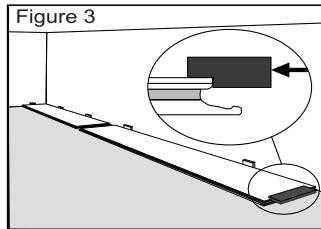

Figure 5
Step 5 – Install the next plank by placing it near the previous plank in the row and laying it flat to the floor as described in Step 4 while leaving a small gap (2-3mm) between the short ends of planks D and C (Fig. 5).
Paso 5 – Instale la siguiente plancha colocándola cerca de la anterior en la fila y nivelada contra el piso, como se describe en el Paso 4, dejando un pequeño espacio (2-3 mm) entre los extremos cortos de las planchas C y D (Fig. 5).